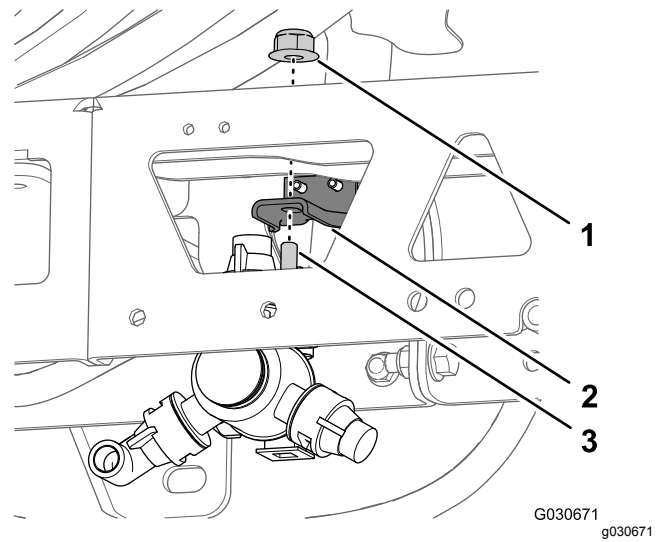
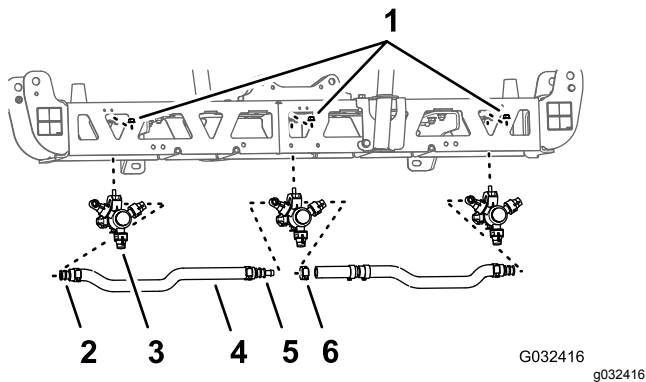

図 71
図 70
1. センターブーム部で、ノズルをノズルマウントに固定しているフランジロックナット外す 図 70 と 図 71。
- センターブームからノズルを外す 図 70 と 図 71。
- センターブームから、ホース内径 3/4 インチ、バーブ付きホースシャック、クランプ、バーブ付き字フィッティングを外す 図 70。